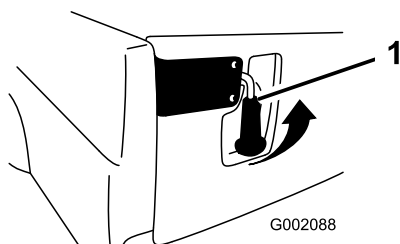

Figura 26
- Per aprire i dispositivi di chiusura della sponda sollevate le relative impugnature (Figura 26). I dispositivi di chiusura scatteranno verso il centro della sponda. Abbassate lentamente la sponda.